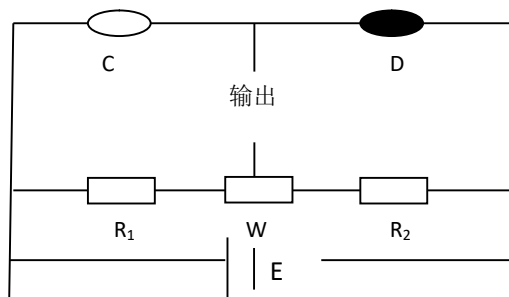

图3 载体催化元件测量电桥
将催化元件接在惠斯通电桥上, 工作原理如下图 3 所示: 当空气中不存在可燃气体时, 通过调整 W, 电桥输出为零。当空气中存在可燃气体时, 在检测元件 D 上进行无焰燃烧, 放出的热量改变检测元件的电阻, 电桥输出与可燃气体浓度成正比的电压信号, 测量这个信号的大小即可知道可燃气体浓度的大小。补偿元件可对元件工作环境自动补偿。
4.1 元件标签上的圆点（元件坐为绿色）一侧为检测元件，接在电源负极，补偿元件接在电源正极。测量电路如图 3 所示。